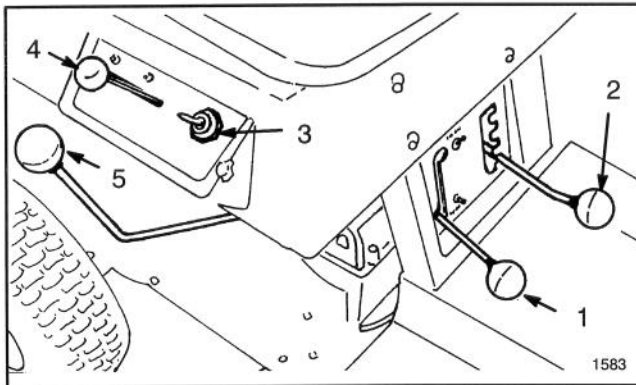

Abbildung 5
**Gangschaltung** (Abb. 5)—Das Getriebe hat fünf Vorwärtsgänge, Leerlauf und Rückwärtsgang. Der Schalthebel befindet sich rechts vom Fahrer. Ein Sperrschalter, der Motorstart bei eingelegtem Gang verhindert, ist oben am Getriebe montiert.
**Schnittmesserkontrollhebel** (Abb. 5)—Mit dem Schnittmesserkontrollhebel wird das Schnittmesser ein- und ausgerastet. Ein Sperrschalter verhindert Motorstart, wenn der Hebel auf EINGERASTETER Position steht. Der Motor springt nur an, wenn der Hebel auf AUSGERASTETER Position steht.
**Gashebel** (Abb. 5)—Mit dem Gashebel werden Gasregler und Choke am Vergaser betätigt. Der Hebel hat drei Stellungen: LANGSAM, SCHNELL und CHOKE.
**Schnitthöheneinstellung** (Abb. 5)—Mit dem Schnitthöhenhebel kann die Schnitthöhe in fünf Abstufungen von ca. 1-1/2 bis 3-1/2 Inch eingestellt werden.
**Zündschalter** (Abb. 5)—Der Schalter hat drei Stellungen: ON, OFF und START.
2. Die Gangschaltung auf Neutralposition und den Schnittmesserkontrollhebel auf AUSRASST-Sperre stellen (Abb. 5).
3. Den Gashebel auf CHOKE-Position stellen (Abb. 5), wenn ein kalter Motor gestartet wird. Bei einem warmen Motor braucht der Choke nicht betätigt zu werden. Den Gashebel zum Start auf Position FAST stellen.
4. Den Zündschlüssel (Abb. 5) auf Position START drehen. Wenn der Motor startet, den Schlüssel loslassen und den Gashebel zwischen FAST und SLOW stellen, wenn der Choke zum Start verwendet wurde. Den Mäher für optimale Leistung mit dem Gashebel auf Position FAST (Vollgas) betreiben.
1. Den Schnittmesserkontrollhebel auf AUSRAST-Sperre stellen (Abb. 5).
2. Den Schnitthöhenkontrollhebel (Abb. 5) auf die gewünschte Position stellen.